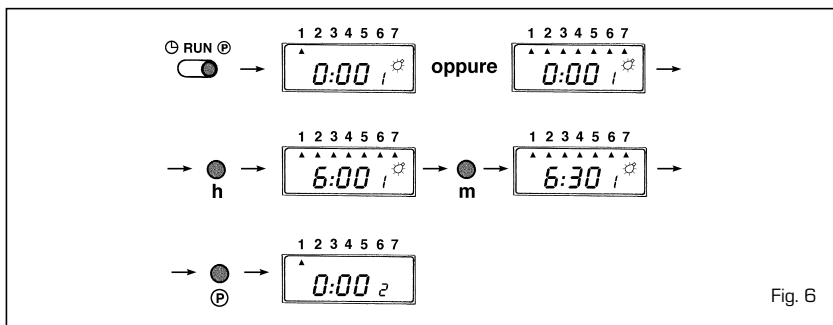

Fig. 6
- Impostazione del programma (fig. 6)